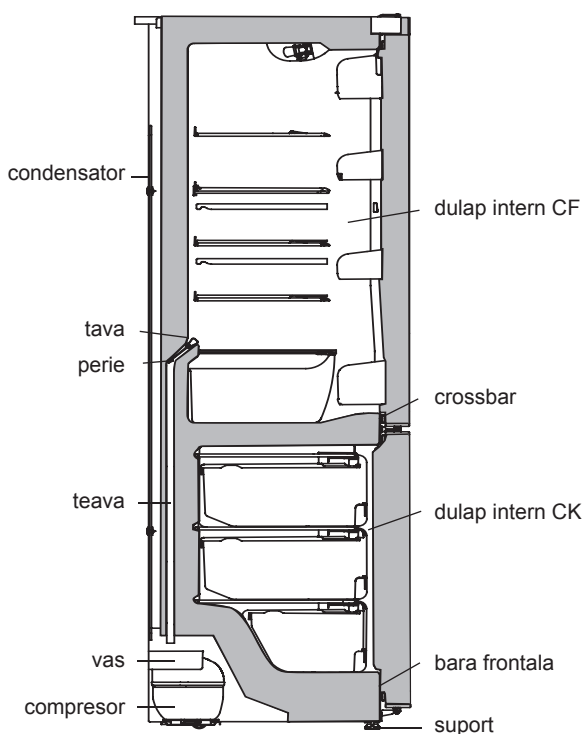

Figura 5 – Schema eliminării apei topite din CF
3.4.1 În CF se utilizează sistemul automat de decongelare. Chucura, care apare pe pereții din spate a CF, se topește în ciclul de dezghețare la deconectarea compresorului și se transformă în picături de apă. Picăturile de apă topită se scurg în vas și prin gaură în tavă patrund în țeavă navei pe compresor, în conformitate cu figura 5 unde și se evaporă. În gaura tavei este instalată o perie pentru a preveni înfundarea sistemului de evaporare.
Prezența apei în tavă indică la blocarea posibilă a scurgerii apei. Pentru a elimina contaminarea trebuie a curăța cu peria gaura în tavă, astfel că apa să se scurgă fără obstacole un vas, se spală peria și se instalează în conformitate cu figura 5.
SE INTERZICE exploatarea frigiderului cu sistemul de scurgere înfundat. Apa apărută în partea de jos a camerei frigiderului sau în locul atasamentului plăcii la dulapul interior al CF în conformitate cu figura 5, poate provoca coroziunea camerei exterioare și a elementelor agregatului frigiderului, a distruge izolarea termică, poate cauza formarea de fisuri a camerei interioare și deteriorarea completă a camerei frigiderului.
ATENȚIE! Nu permiteți scurgerea apei topite din CK la dezghețare și curățenie, deoarece apa, patrundând la în locul atasamentului plăcii la dulapul interior al CK în conformitate cu figura 5, 6 poate provoca coroziunea camerei exterioare și a elementelor agregatului frigiderului, a distruge izolarea termică, poate cauza formarea de fisuri a camerei interioare și deteriorarea completă a camerei frigiderului.